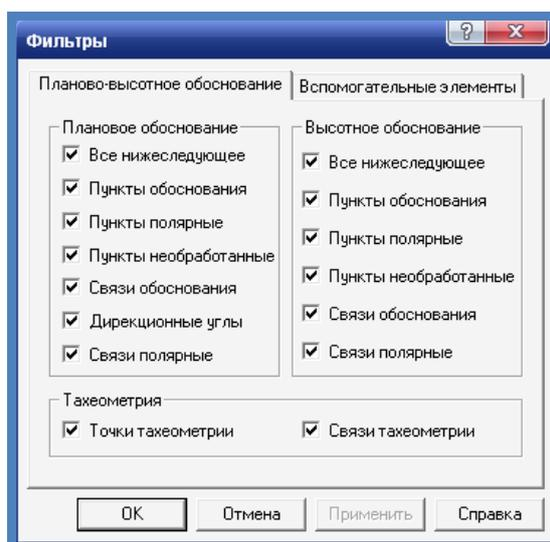

Рисунок 62 – Настройки вкладки ПВО команды Фильтры перед расчетом тахеометрии
5. В меню **Установки** выбираем команду **Фильтры** и выполняем настройки (Рис. 62).